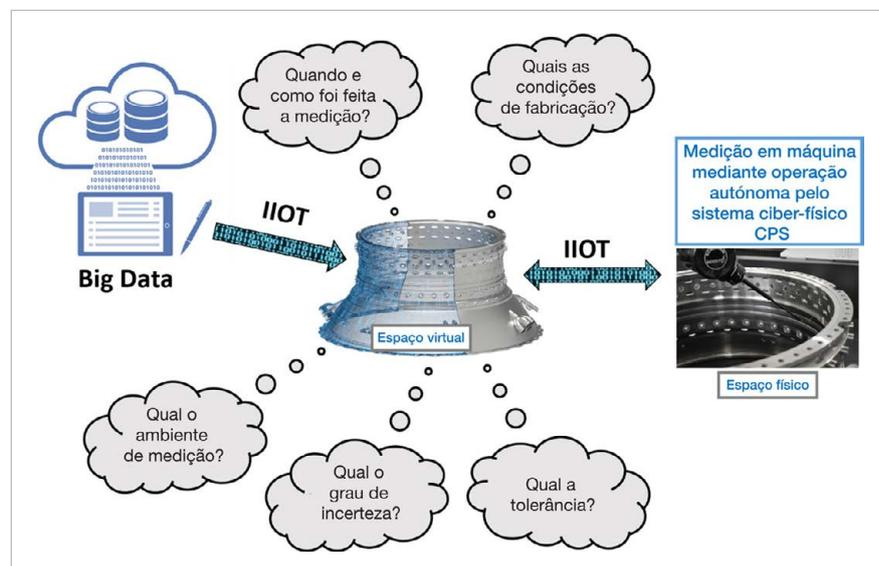

Figura 5. Modelo de metrologia de fabrico ciber-física (CPS).
A IIOT é portanto uma rede de medição inteligente num processo/na máquina conectada no espaço virtual, como é apresentado na figura 5, o conteúdo armazenado das medições e a informação das mesmas são partilhadas entre as máquinas de fabrico através do controlo da IIOT.
O conceito de medição holística implica grandes conjuntos de dados que são analisados pelo Big Data através de técnicas de inteligência artificial (IA), gerando as características metrologicas chave e simplificando a grande quantidade de dados armazenados. A desagregação desta informação realiza-se através da IIoT e os seus elementos constituem a infraestrutura do modelo global CPS (Ver figura 5). Não obstante, esta nova forma de proceder requer calibrações e validações avançadas, novas teorias para avaliar a incerteza, assim como o desenvolvimento de nova regulamentação a fim de regular os requisitos atuais e futuros da indústria [8].